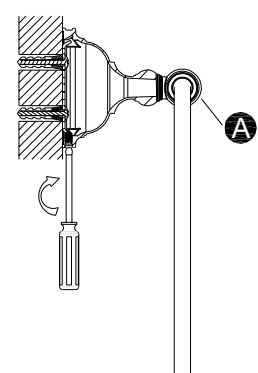

Fig. 5
- Placez l'anneau porte-serviettes **A** sur le support de fixation **CC** et serrez la vis de calage de la base de l'anneau porte-serviettes **A** à l'aide d'un petit tournevis à tête plate (fig. 5).